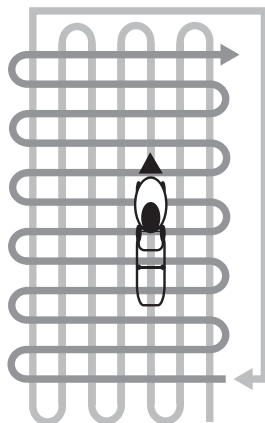

Рис. 10 Схема перпендикулярного скашивания
5. При скашивании в тяжелых условиях (п.3,4) рекомендуется проводить повторный покос с меньшей высотой скашивания. На Рис. 10 представлена схема движения газонокосилки при выбросе травы в травосборник.